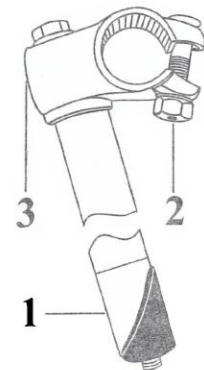

Рис.7
4. Для установки руля отверните на два-три оборота затяжной болт 1 (Рис. 7). Надавите на болт так, чтобы он опустился вниз до упора. Вставьте вынос руля в раму. Установите вынос руля 3 на требуемую высоту и затяните болт с усилием, достаточным для надёжного крепления стержня руля.
**ВНИМАНИЕ!** При установке руля не допускается его выдвигание за пределы ограничительной метки в виде кольцевой канавки или риски 1 (Рис. 7).
5. Для изменения угла наклона трубы руля отверните болт 2 выноса руля (Рис. 7), установите трубу руля в нужное положение и затяните болт, обеспечив надёжное крепление руля.